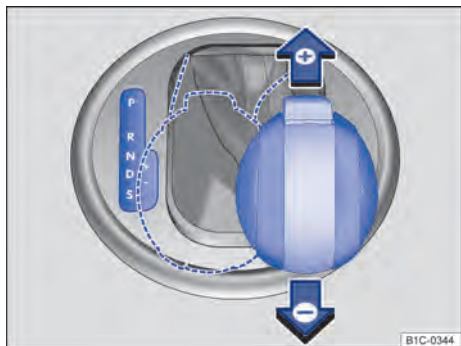

Fig. 111 Alavanca seletora na posição Tiptronic (veículos com direção à esquerda). Veículos com direção à direita são espelhados.
- Mover a alavanca seletora para frente (+) ou para trás (-) para aumentar ou reduzir a marcha $\Rightarrow$ Fig. 111.